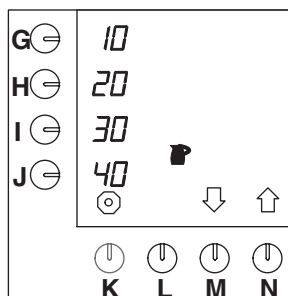

Fig. 37 Endring av forhåndsprogrammerte valgtaster for kanner
- Trykk på valgtasten (N.)↑ inntil fig.37 vises på displayet.